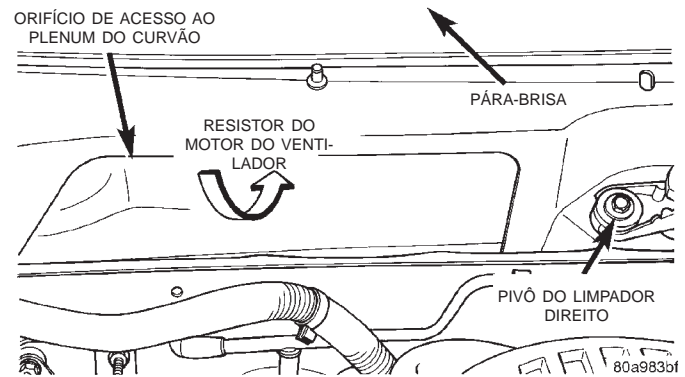

Fig. 43 Remoção/Instalação do Resistor do Motor do Ventilador
(1) Desconecte e isole o cabo negativo da bateria.
(2) Remova da parte superior do curvão o painel da grade/tampa do plenum do curvão. Consulte "Reservatório de Vácuo" na seção "Remoção e Instalação", deste grupo, para obter os procedimentos.
(3) Alcance através do orifício de acesso ao plenum do curvão (Fig. 43) para remover os dois parafusos sextavados que prendem o resistor do motor do ventilador ao painel do plenum do curvão.